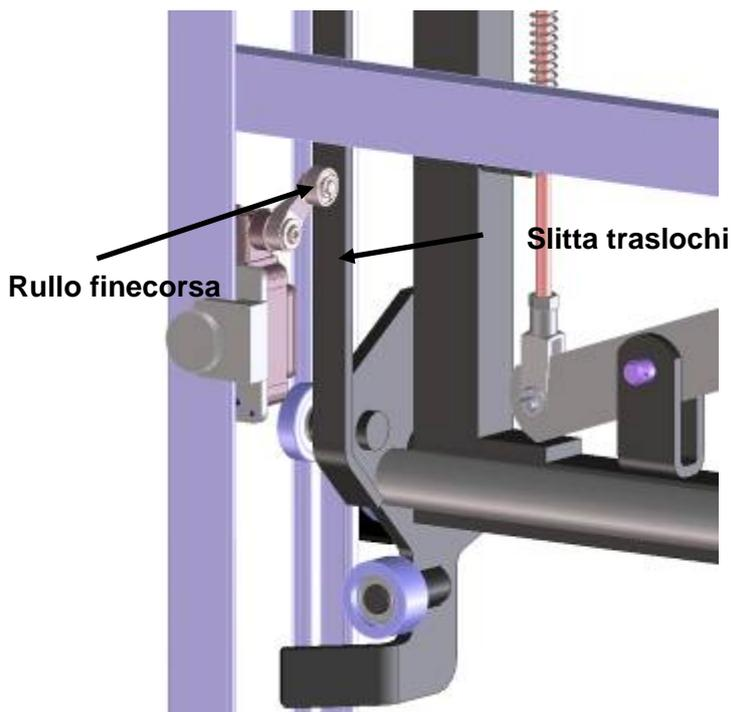

Fig. 4-12
4. La posizione del rullino di fine corsa deve essere conforme alla relativa slitta per traslochi. (Fig. 4-12)
5. Portare il cavo di collegamento (1) dietro la testata e quindi verso il basso.